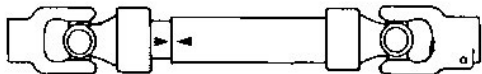

Figura 7
- 03 - Ao montar o cardan, observe o alinhamento das orelhas dos garfos internos para evitar vibrações e prolongar a vida útil do mesmo, conforme figura 7.